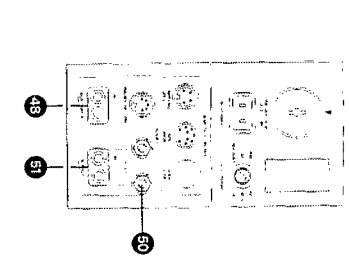

Fig. 6.4-14
- Effectuez les commutations selon la fig. 6.4-14.
- Branchez un millivoltmètre BF aux sorties (51) OUTPUT L ou R.
- Reconnectez un générateur BF aux entrées (48) AUX INPUT (10 kHz, 0 VU -20 dB).
- Bedienungselemente nach Fig. 6.4-14 einstellen.
- NF-Millivoltmeter an Ausgang (51) OUTPUT L bzw. R anschließen.
- NF-Generator an Anschluss (48) AUX INPUT parallel anschließen (10 kHz, 0 VU -20 dB).